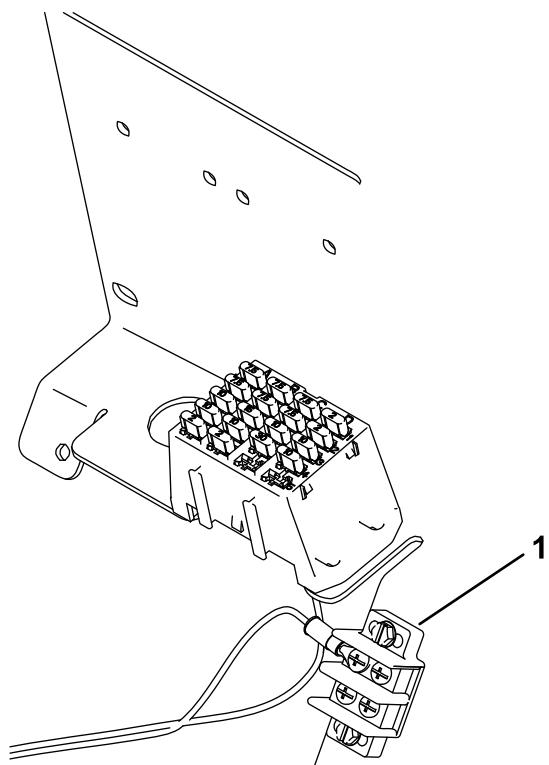

図 6
- リング端子コネクタを、アースブロックの空の端子に接続する図 6。